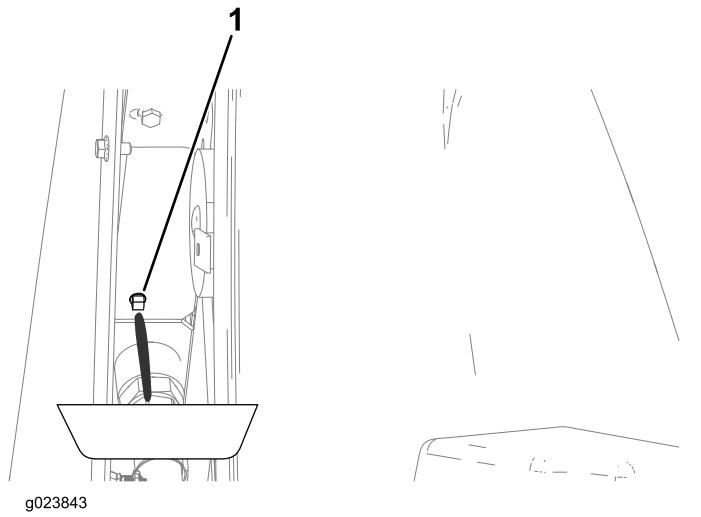

Figura 111
4. Posicione uma bandeja de drenagem sob o bujão de drenagem (Figura 111).
7. Instale o bujão de drenagem (Figura 111).
- C. Instale o bujão de drenagem (Figura 111).
- H. Instale o bujão de drenagem (Figura 111).